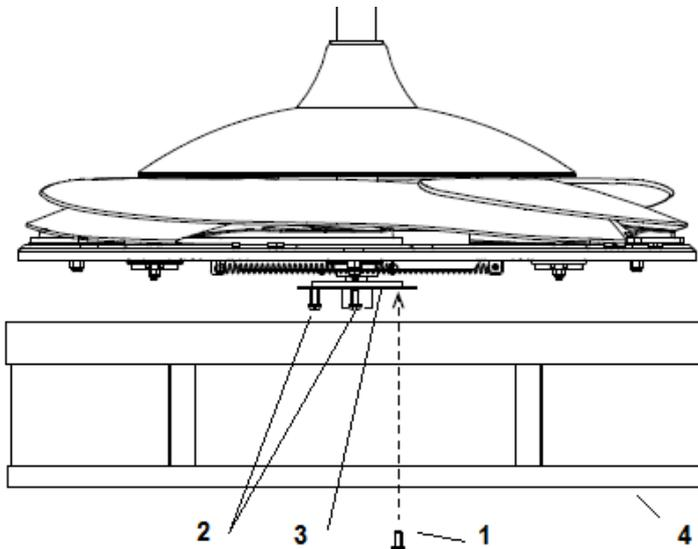

Fig. 6
- 41. Draai de schroef (1) uit de beugel van de lampenkap (3) los. Breng de twee sleufschroeven (2) op één lijn met de sleutelgaten van de lampenkap (4). Fig.6